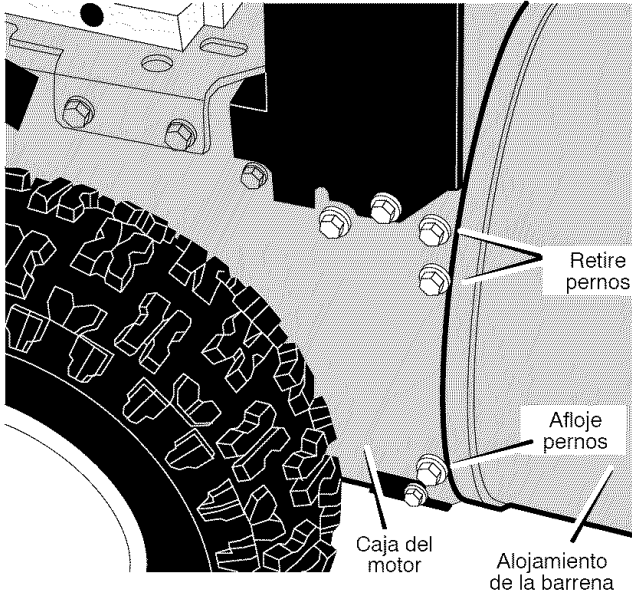

Figura 57
- Retire los cuatro **pernos superiores** que unen el **alojamiento de la barrena** y la **caja del motor**. Afloje los dos **pernos inferiores**. Ahora el **alojamiento de la barrena** y la **caja del motor** pueden separarse para retirar la correa (Figura 57).